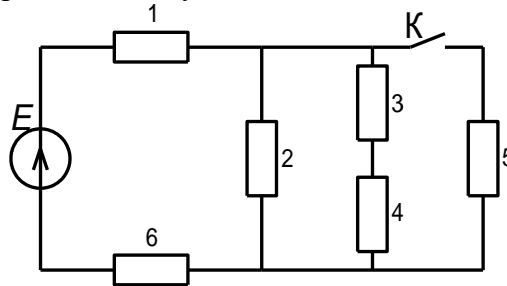

Рис. 1.
**Задача 1.** Определить напряжения на резисторах 1–6 (схема рис. 1) – в долях от ЭДС источника  $E$  – «до» и «после» замыкания ключа  $K$ , учитывая, что сопротивления всех резисторов одинаковы. Результаты свести в таблицу и сравнить между собой значения «до» и «после» замыкания ключа.